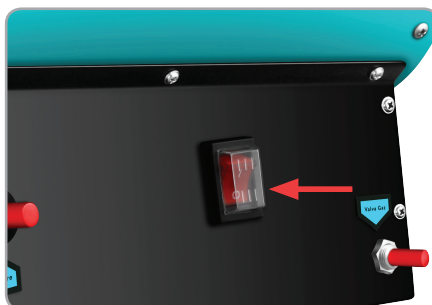

Fig.7
- Apăsăți întrerupătorul tunului pe poziția Pornit și verificați dacă ventilatorul începe să ruleze corect (fig.7).